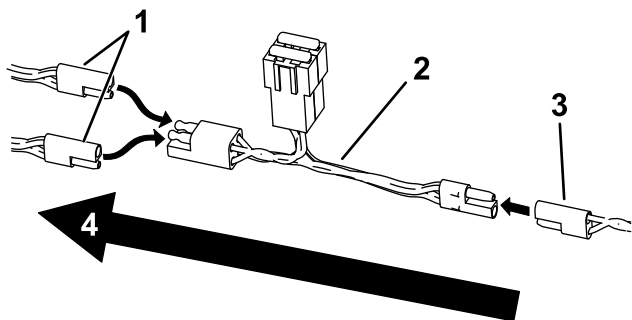

Figura 4
- Conecte el extremo con 1 conector del adaptador Y al arnés de cables del kit de luces (Figura 4).
- Conecte el arnés de cables del conector y el arnés de cables del otro accesorio al extremo de 2 conectores del Y (Figura 4).